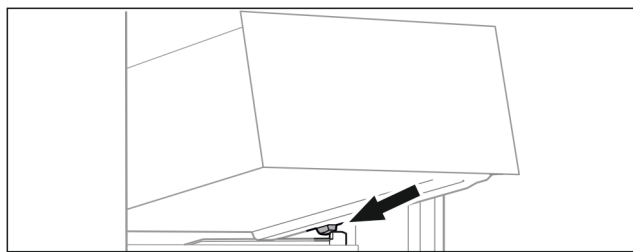

Fig. 121
- Nasad'te zásuvku šikmo za zarážky na žebrování na nádoby. (viz Fig. 121)